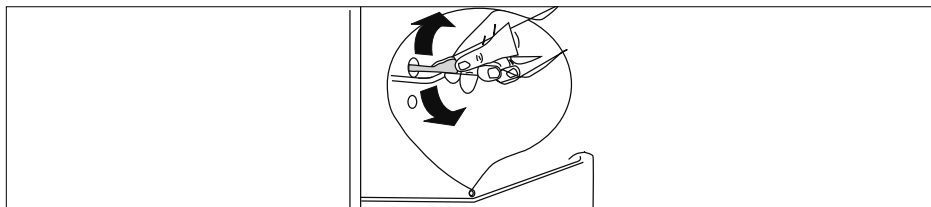

Fig. 21
- ▶ Pulire la canalina di scarico dell'acqua di condensa nel vano frigorifero (9) utilizzando, ad esempio, un bastoncino cotonato o un apposito utensile per la pulizia (vedere la **fig. 21**).
- ▶ Pulire accuratamente tutti gli elementi con un detergente delicato (per es. detersivo per stoviglie): (scomparto frutta e verdura (8), scomparti nella porta (4/6), ripiani in vetro (10/11)).